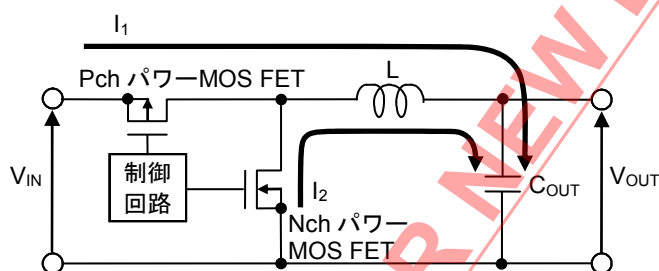
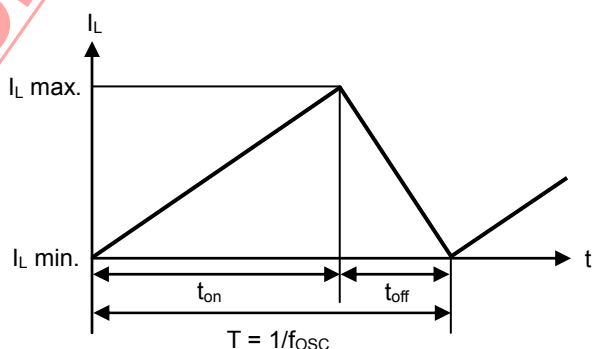

図9 降圧型スイッチングレギュレータの基本回路図
図10 連続モード (インダクタ電流 (I_L) の電流サイクル)
S-8550シリーズは、常時PWM制御の降圧同期整流方式スイッチングレギュレータです。図9に基本回路図を示します。
PchパワーMOS FETがONすると、電流 I_1 が図9に示す方向に流れ、インダクタ (L) にエネルギーが蓄積され、出力コンデンサ (C_{OUT}) に電荷が蓄積されると同時に出力電流 (I_{OUT}) の供給を開始します。このとき、図10に示すように、インダクタ電流 (I_L) は、PchパワーMOS FETのON時間 (t_{ON}) に比例して徐々に増加していきます ($I_L \text{ min.} \rightarrow I_L \text{ max.}$ に達します)。次にPchパワーMOS FETがOFFすると、NchパワーMOS FETがONして、 I_L は $I_L \text{ max.}$ を保持しようとするため、電流 I_2 が図9に示す方向に流れます。その結果、 I_L は徐々に減少してOFF時間 (t_{OFF}) 経過後、 $I_L \text{ min.}$ になります。 t_{OFF} 経過後、NchパワーMOS FETがOFFして次サイクルとなり、以後この動作を繰り返します。